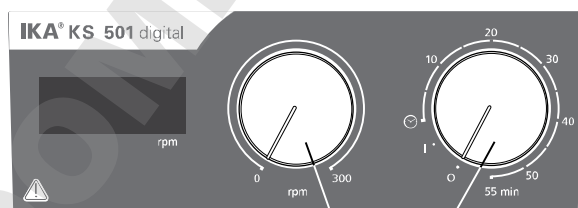

Fig. 3
- ☞ Za vklop naprave vrtljivi gumb »On/Off« in »Timer« (B, glejte Fig. 3) premaknite v smeri urinega kazalca na položaj »1«.
- ☞ Za izklop naprave vrtljivi gumb »On/Off« in »Timer« (B) premaknite v smeri urinega kazalca na položaj »0«.
- ☞ Za vklop naprave vrtljivi gumb »On/Off« in »Timer« (B, glejte Fig. 3) premaknite v smeri urinega kazalca prek položaja »0«.
- ☞ Število vrtljajev motorja nastavite z vrtljivim gumbom »Speed« (C, glejte Fig. 3). Pri napravah lahko število vrtljajev motorja nastavite od 0 do 300 obratov na minuto (rpm).